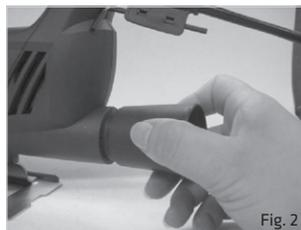

Fig. 2
• ENCAIXE PARA ASPIRADOR (Fig. 2)